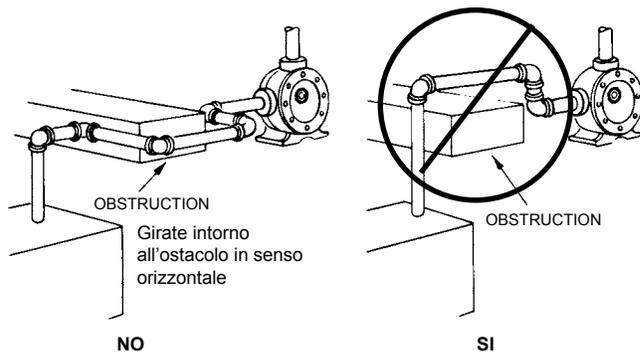

FIGURA 10
4. Avvicinandosi ad un ostacolo nel condotto di aspirazione o di scarico, girargli intorno invece di andarvi sopra. Andarvi sopra creerebbe una sacca d'aria. Vedere Figura 10.